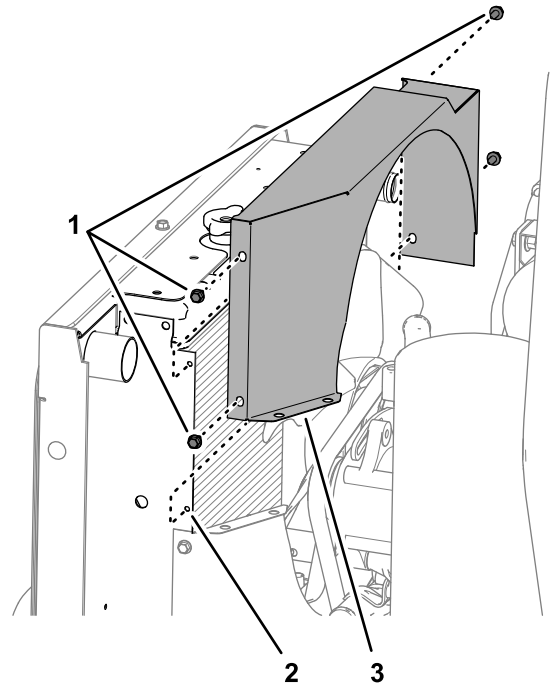

Bild 18
- Entfernen Sie die vier Bundkopfschrauben ($\frac{1}{4}$ " x $\frac{1}{2}$ "), mit denen die obere Lüfterverkleidung am Flansch des Kühlers befestigt ist, und entfernen Sie die Verkleidung von der Maschine (Bild 18).